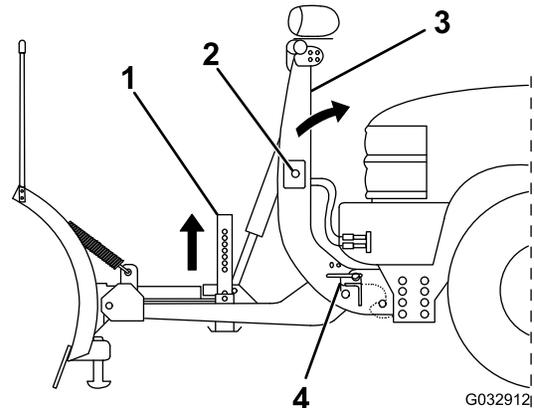

Bild 36
5. Drücken Sie den SmartHitch2-Schalter an der Seite der Kupplungssäule nach oben und heben Sie die Säule an, bis die Federstifte der Kupplung einrasten (Bild 36).
7. Ziehen Sie den Federstift des Ständers nach außen und heben den Ständer an; lassen Sie den Federstift dann los, um den Ständer zu arretieren (Bild 36).